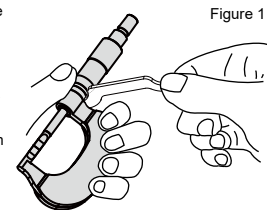

Figure 1
- Si le point de référence est décalé de $\pm 0,01$ mm ou moins (Figures 1 et 2) Insérez la clé fournie dans le trou à l'arrière du trait de référence sur le fourreau, puis faites tourner le fourreau de manière à aligner le trait de référence avec le trait zéro du tambour.